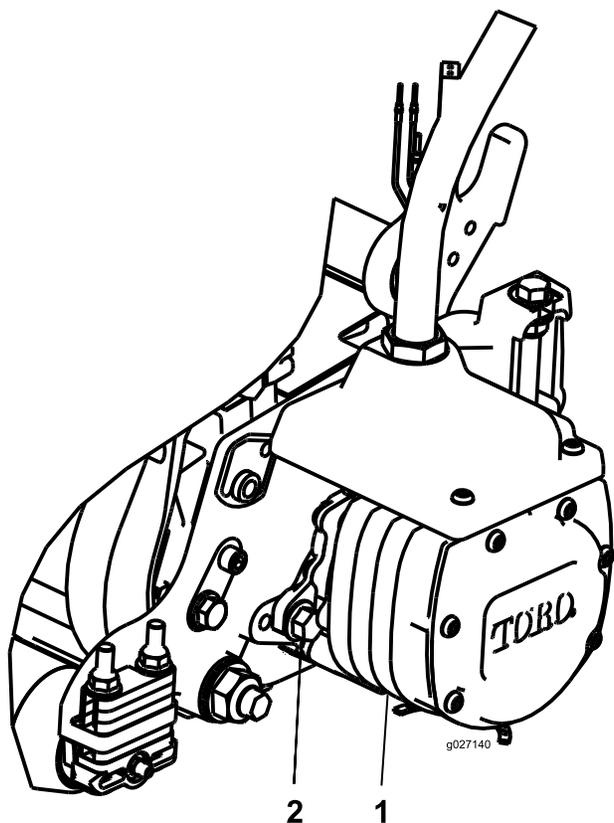

Рисунок 10
14. Установите двигатель, повернув его по часовой стрелке так, чтобы фланцы двигателя не закрывали болты (Рисунок 10).